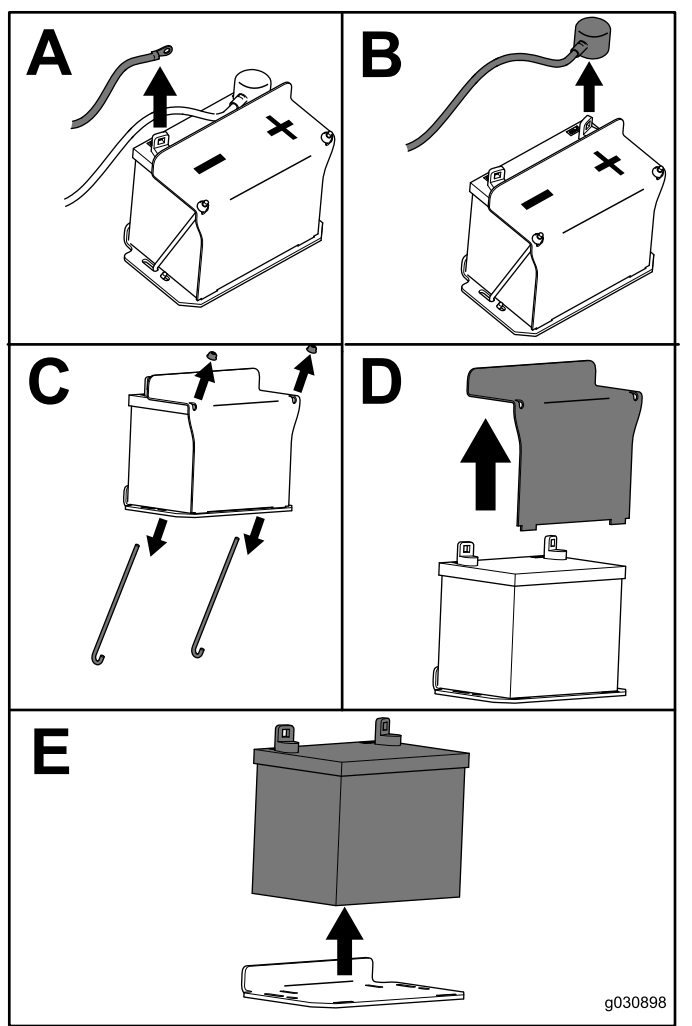

Figura 54
3. Remova a bateria como se mostra na Figura 54.